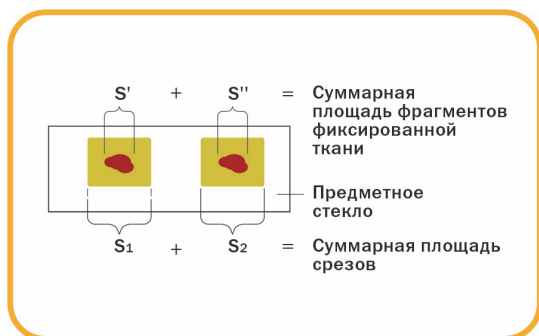

Рис. 2. Схема срезов с FFPE-блока
- суммарная площадь фрагментов фиксированной ткани от 2 см² (см. рисунок 2);